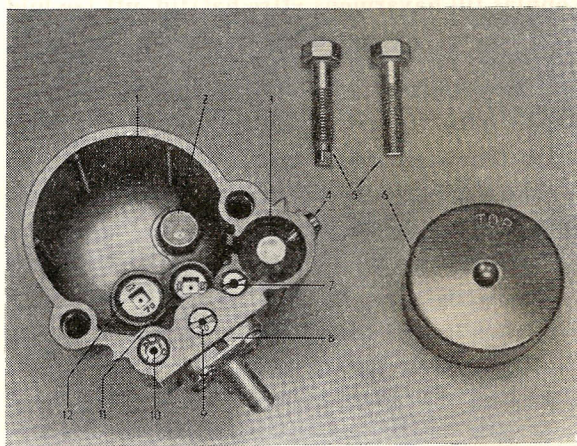

Bild 93.
3. Skruva bort munstyckena (9—12 bild 93) samt kulventilen (7) för accelerationspumpen. Till munstycke med spår användes en medelstor skruvmejsel. Munstyckena i flottörhusets botten lossas med den av skruvarna för flottörhuset som är försedd med fyrkant. Tag bort accelerationspumpens kolv (3) genom att lossa skruven (4). Tag bort accelerationspumpens inloppsventil (2). Använd 12 mm 6-kanthylsa. Accelerationsmunstycket är åtkomligt sedan blandningskam-